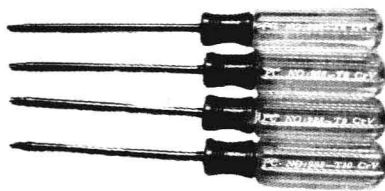

图 1-3 梅花槽螺丝刀
(2) 内六角起子与梅花槽螺丝刀,以普通螺钉旋具(螺丝刀)的形式出现,就像螺帽旋具(螺帽起子)一样,只是旋杆端部形状为六角体或梅花状。目前,以旋杆端部为梅花状的为主。例如,T系列梅花槽螺丝刀,外形如图1-3所示。它不但适合于装拆内六角螺钉螺母,还适合于装拆内梅花状槽口的螺钉。